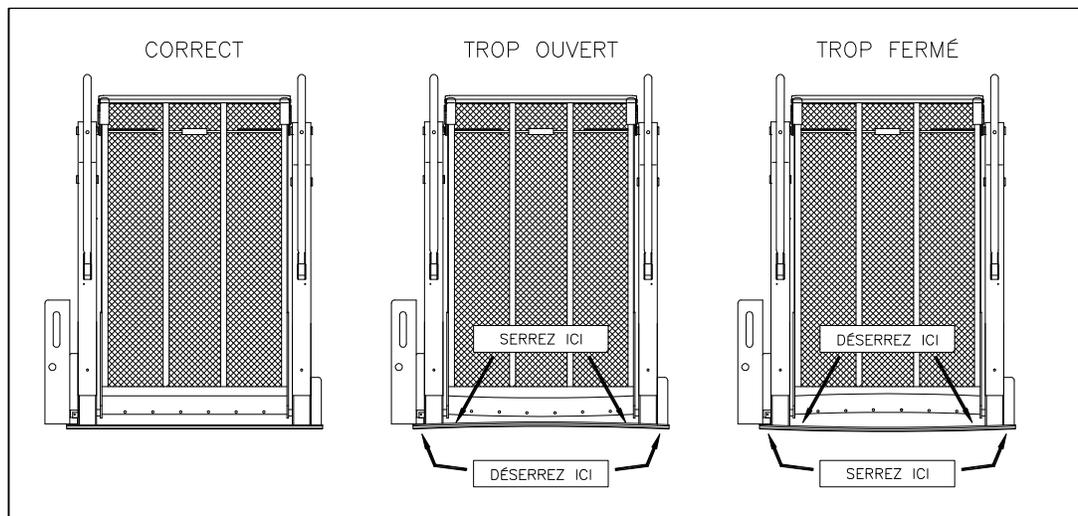
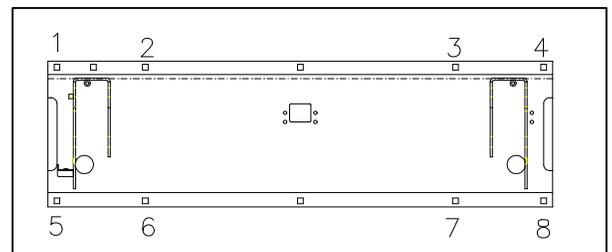

FIGURE 2-1: BOULONNAGE DE LA BASE
FIGURE 2-5: TROUS DANS LA BASE POUR FOURGONNETTE
- Référez à la **Figure 2-1**. Une séquence de boulement ou verrouillage inégale peut déformer la base et, par conséquent, créer une opération non-balancée de l'élévateur.
- 1) Référez à la **Figure 2-5**. Marquez/Percez 4 trous de 9.92 mm (**1,2,3 et 4**) à travers le plancher. Sur les fourgonnettes Dodge et GM, vous devez traverser le faux-châssis.
- 5) Référez à la **Figure 2-1**. Le serrage des boulons d'ancrage exige une attention spéciale afin d'éviter la déformation de la base. Si la base se déforme, les bras verticaux ne seront plus parallèles. Ceci peut être corrigé en glissant des cales sous la base aux endroits appropriés. Référez à la **Figure 2-5**. Afin de prévenir la déformation, veuillez serrer les huit boulons (six sur le modèle Dodge à porte coulissante) selon la séquence suivante: